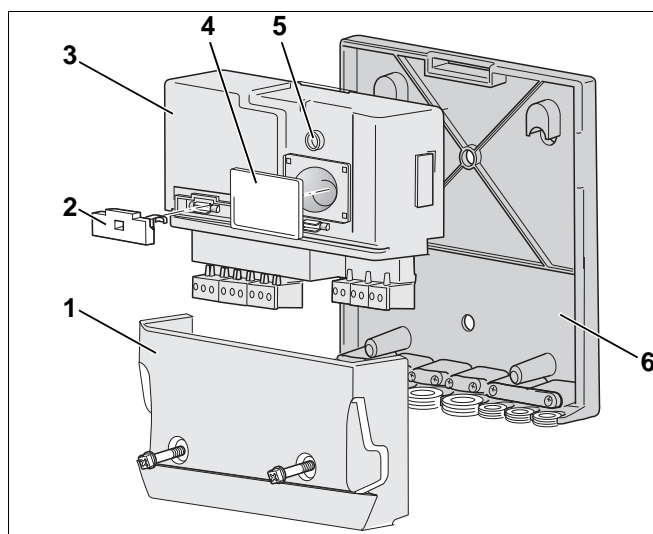

Fig. 4 Modulo funzione MM10 o WM10
Assicurarsi che sull'MM10 il commutatore girevole (fig. 4, **pos. 5**) (dietro la targhetta della caldaia) sia impostato sulla posizione 2 (corrispondente al circuito di riscaldamento 2).